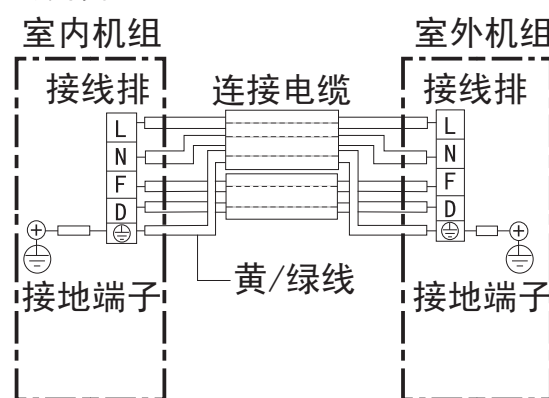

图13室内外电气连接图
(1) 用附件 ⑧ 及 ⑩ 连接电缆按接线图要求正确地连接室内外机组，绝对不可连接错误（如图13）
(2) 连接电缆必须用室内外机组上的电线压板压紧。
- 接地线必须根据图13所示用连接电缆中黄/绿色导线接至带有“⊕”标记的接线端子上。